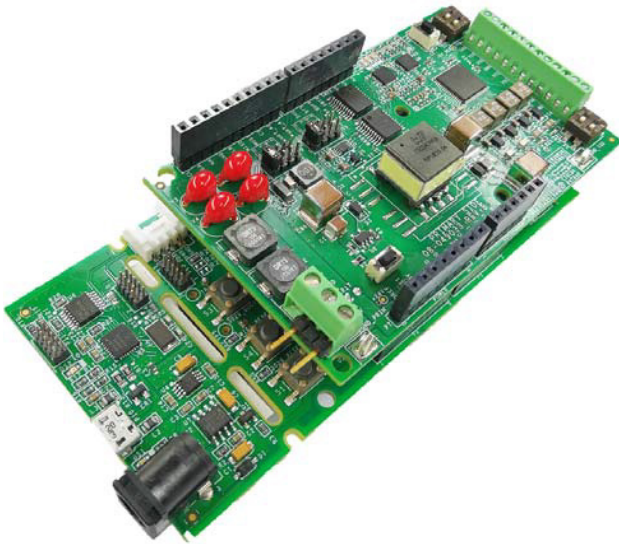

图16. EVAL-CN0418-ARDZ板连接至EVAL-ADICUP3029
1. 将 EVAL-CN0418-ARDZ 连接到 EVAL-ADICUP3029，如图16所示。